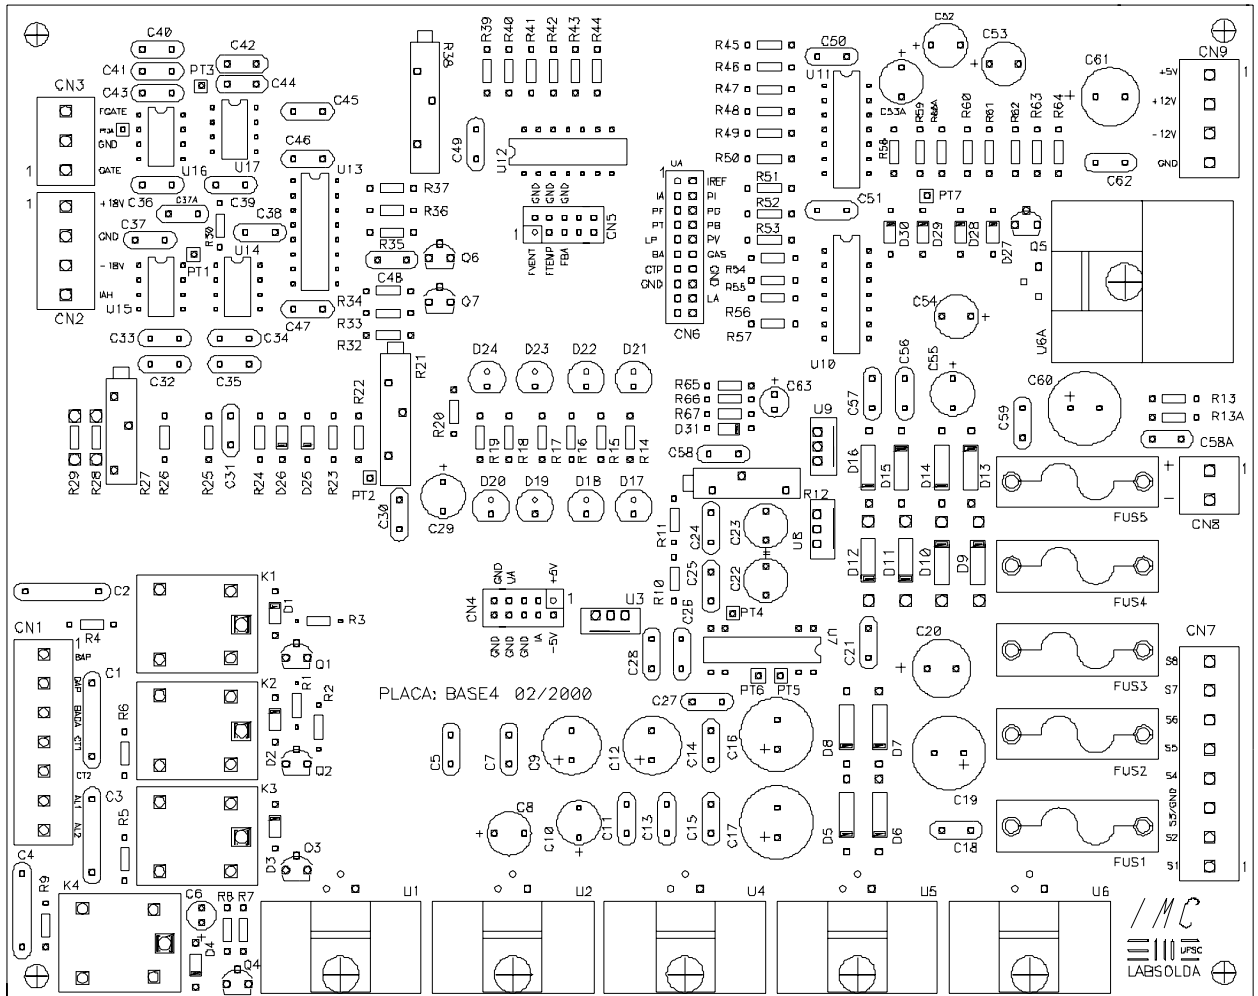

Fig. 4 – LAYOUT da Placa BASE
Esta placa (fig. 4) é responsável pelo controle da corrente, onde esta recebe o sinal de referência de corrente do conversor D/A da placa MICRO-CONTROLADA (item 2.2) e o sinal real do sensor de efeito Hall. O controle da corrente é feito através do chaveamento do IGBT pelo circuito de comando de GATE (item 2.3). A mesma envia o sinal de comando do IGBT a placa de comando de GATE pelo CN3. É utilizado a técnica de controle de corrente por valores extremos.